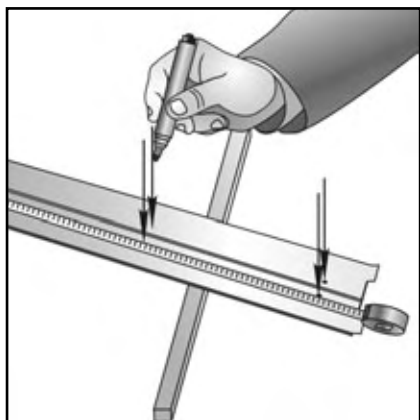
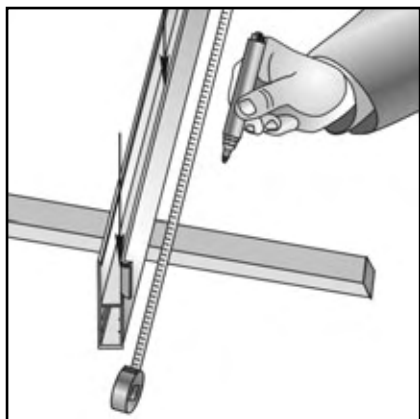

рис. 1
рис. 3
4.2.3. Разметить и сверлить отверстия $\varnothing 8$ мм в направляющих шинах через две стенки. Нижнее и верхнее отверстия выполнить на расстоянии 100...150 мм от обрезов шины. Остальные отверстия равномерно располагать по длине шины с шагом 450...500 мм (рис.1,2) - накладной монтаж, (рис.3,4) - встроенный монтаж.